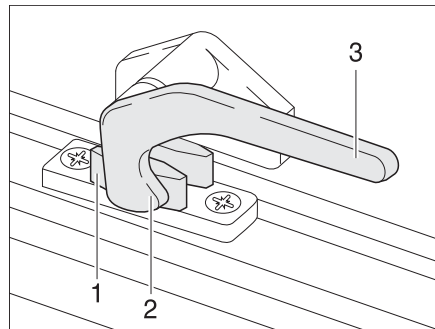

Fig. 69 Palanca de bloqueo en la posición de "cerrado"
- Girar la palanca de bloqueo (Fig. 69,3) un cuarto de vuelta hacia la mitad de la ventana.
- Girar la palanca de bloqueo (Fig. 69,3) un cuarto de vuelta hacia el marco de la ventana. El saliente de bloqueo (Fig. 69,2) se encuentra en la cara interior del bloqueo de la ventana (Fig. 69,1).
- En la posición "cerrada fijamente" (Fig. 69).